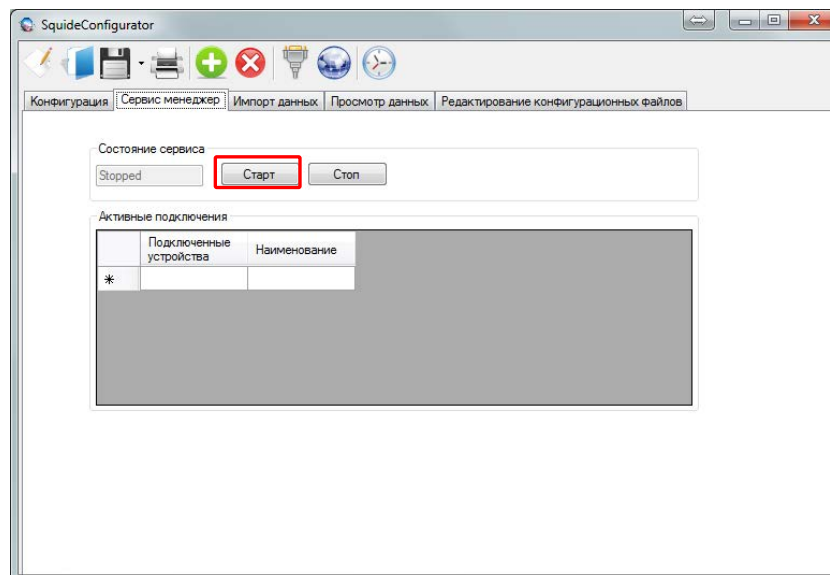

Рисунок 8.6 - Запуск сервера
8. Перейти на вкладку «Сервис менеджер» и нажать на клавишу «Старт», рисунок 8.6.